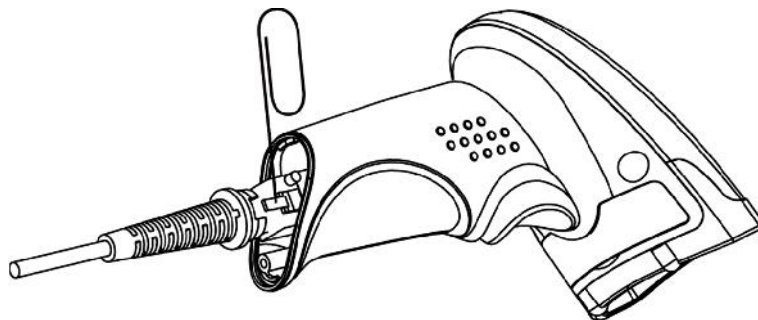

Fig. 1-5
2. Insira a agulha no orifício de desmontagem (Fig. 1-5).